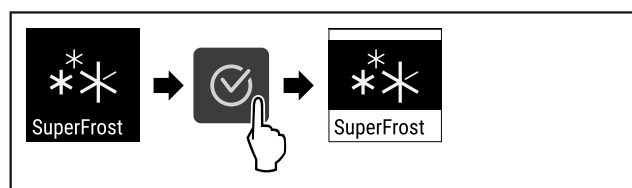

Fig. 65
- ▶ Wykonać czynności (patrz Fig. 65) .